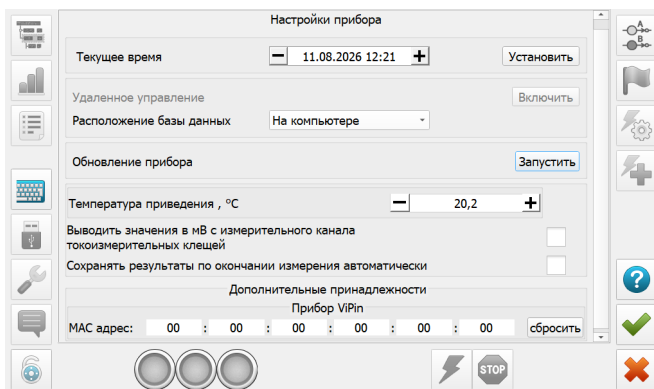

Рисунок 5.1 – Окно «Настройка прибора»
Окно «Настройка прибора» (рисунок 5.1) включают в себя основные параметры работы прибора, полный перечень которых становится доступным при прокрутке содержимого окна с помощью скроллера (на рисунке 5.1 выведен полный перечень параметров окна «Настройка прибора»):
5.3. Расположение базы данных может быть организовано на компьютере (рисунок 5.1) или в приборе, для чего необходимо выбрать в выпадающем списке пункт «В приборе».